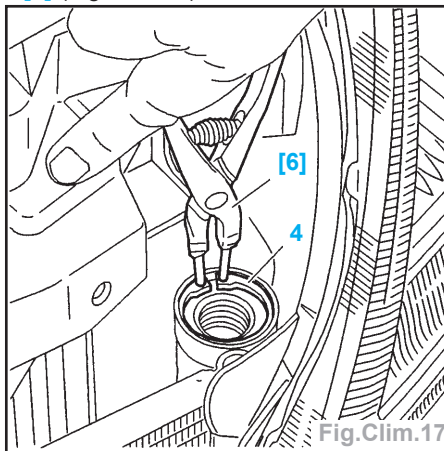

Fig.Clim.17
- Serrer les raccords des conduits (3) et (5) à 0,6 m.daN.
- Déposer le circlips (4) à l'aide de l'outil [6] (Fig.Clim.17).